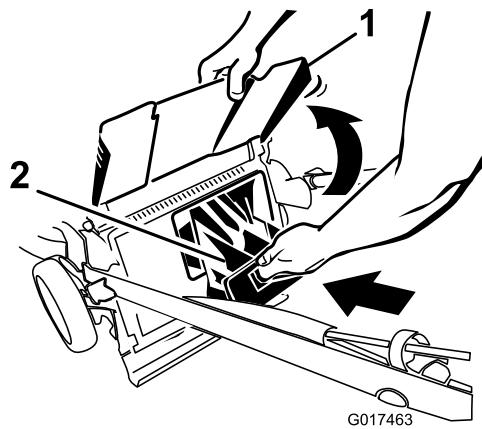

Figura 31
**Importante:** Asegúrese de que el tapón de descarga trasera está bloqueado en su sitio. Para bloquear el tapón: Levante el deflector de descarga (Figura 31), introduzca el tapón y presione firmemente hasta que encaje detrás de las pestañas, y gire la palanca del tapón a la izquierda (Figura 30).